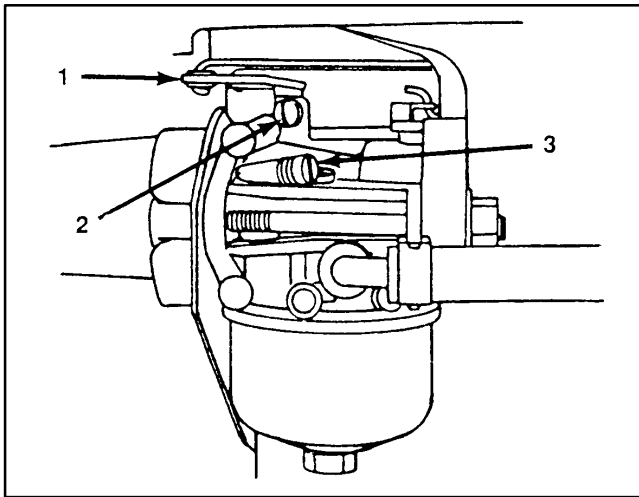

Abbildung 19
1. Das Leerlaufmischungsventil durch vorsichtiges Drehen im Uhrzeigersinn soweit drehen, bis es sich **soeben** schließt (Abb. 19). Ein zu festes Drehen kann zu Schäden führen.
4. Die Drossel (Abb. 19) im Uhrzeigersinn drehen und gegen die Leerlaufestellschraube (Abb. 19) drücken, während die Leerlaufschraube soweit gedreht wird, bis 1750 U/min. erreicht werden.